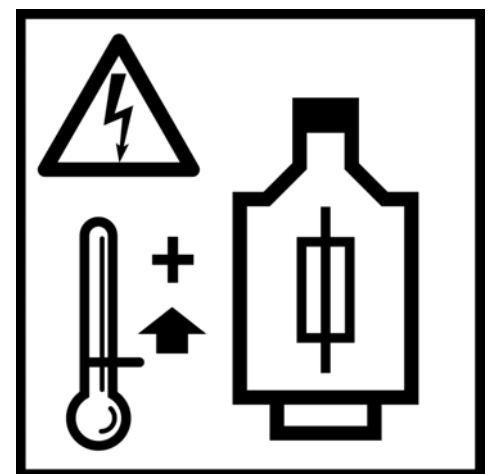

Fig.: 12
- 3 Considerar a aplicação de um disjuntor do motor na caixa eléctrica (Fig.: 12)